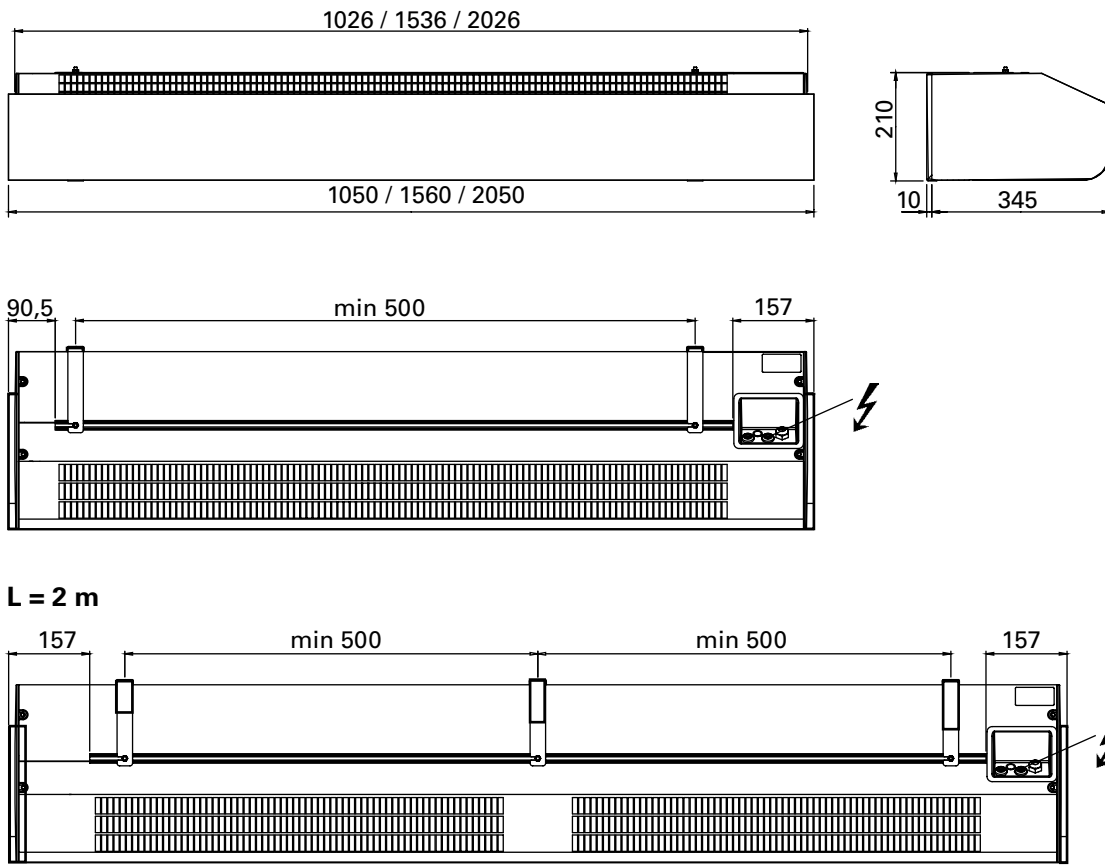
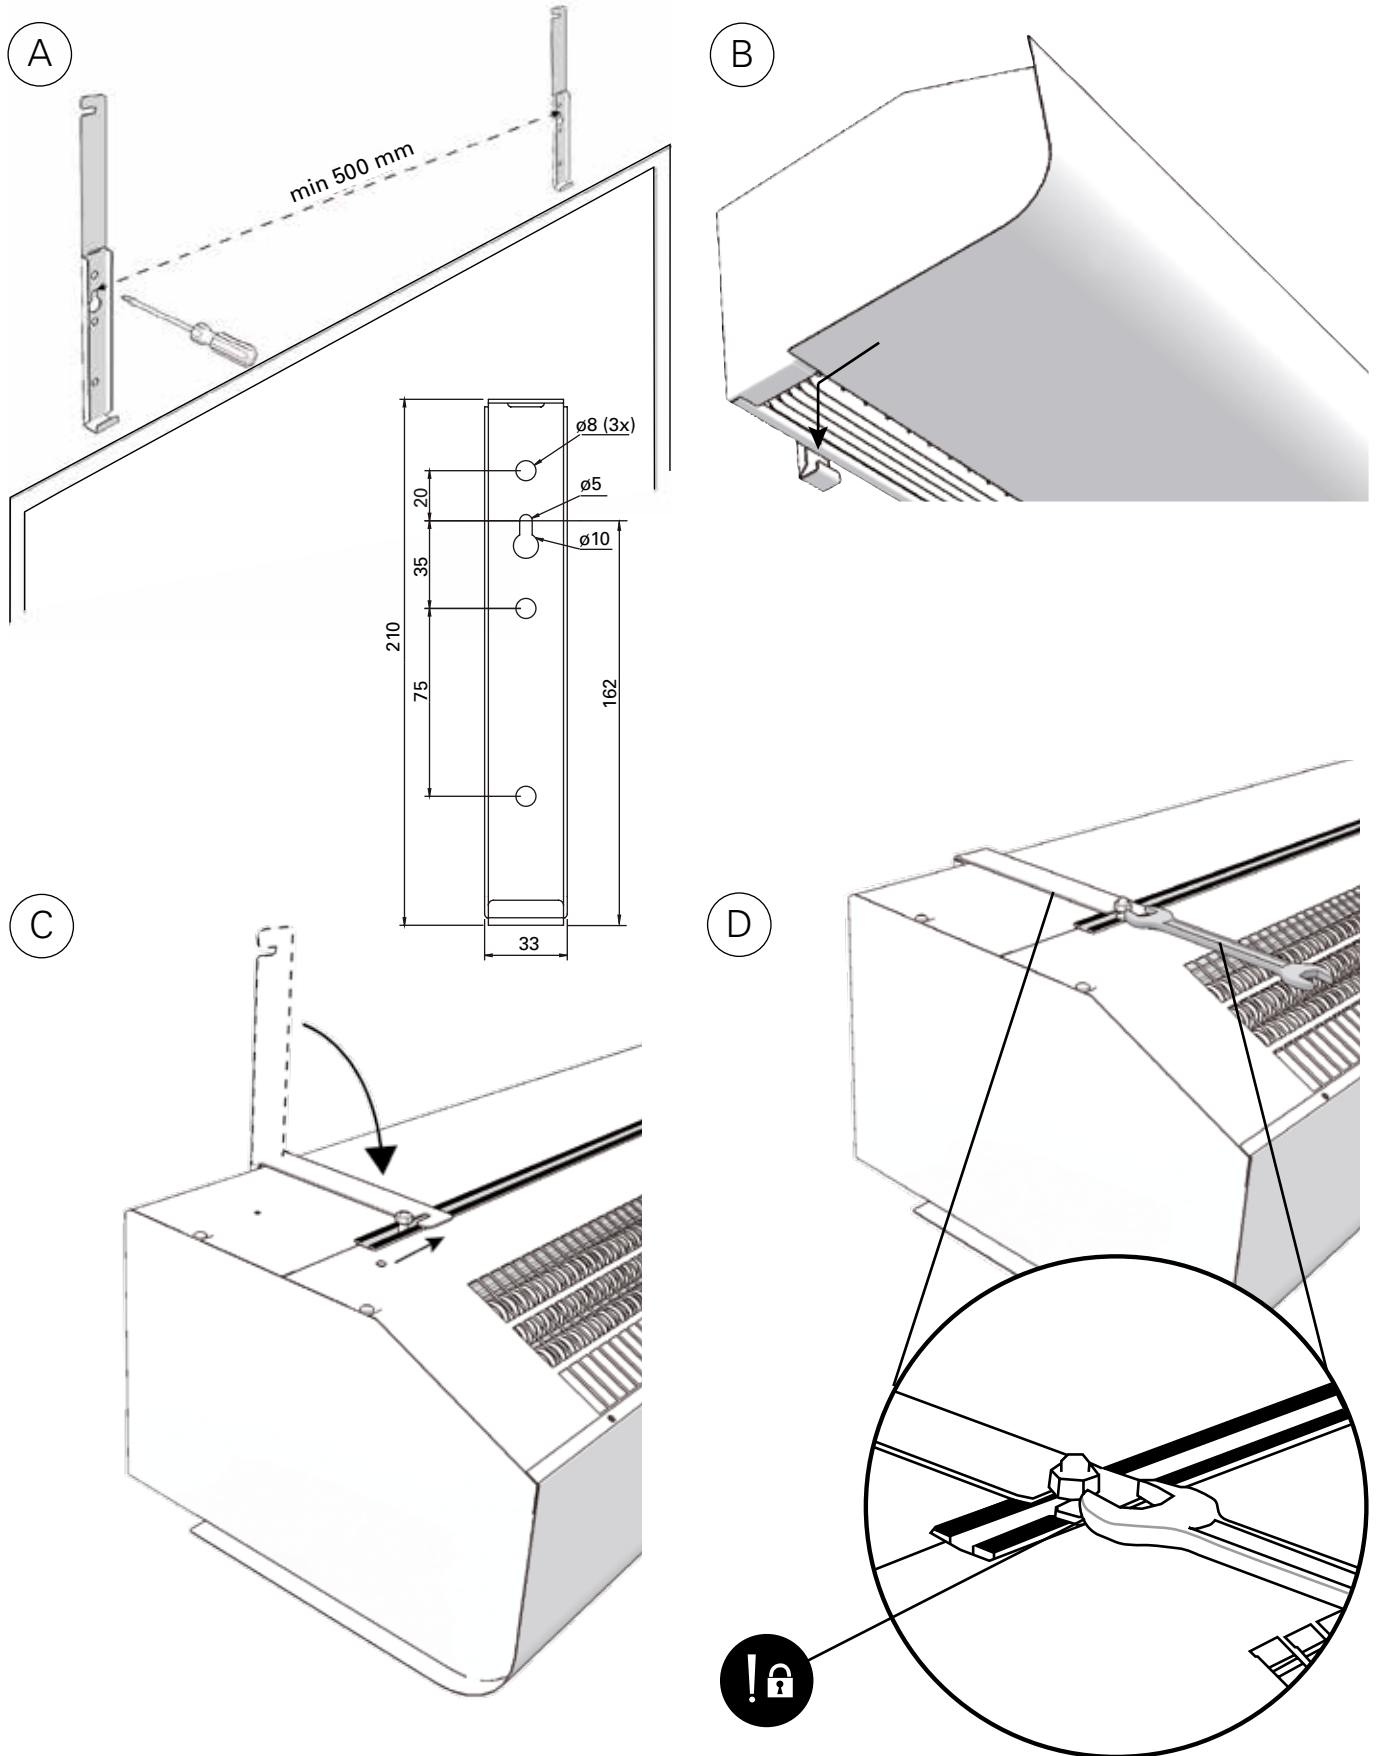

Fig. 1
Fig. 4: Mounting with wall brackets
1. Закрепите скобы на стене (см. рис.4А и размеры на рис.1). Если на стене имеются неровности, то необходимо выбрать место для того, чтобы прибор был установлен ровно или устранить неровности.
2. Навесьте прибор на нижнюю часть монтажных скоб (Рис. 4В).
3. Изогните верхнюю часть скоб по верхней части прибора и переместите винты в направляющем профиле так, чтобы они попали в отверстия на скобах (Рис.4С). Будьте внимательны. Скобы рассчитаны на однократный изгиб, и если они были неправильно изогнуты, они подлежат замене, если уголгиба превысил 45°.